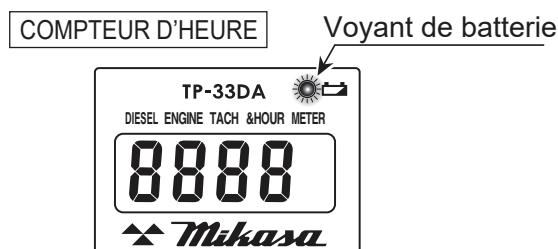

Figure 29. Vérification de la batterie
1. Vérifiez le voyant indicateur de la batterie sur l'horotachymètre (Figure 29).